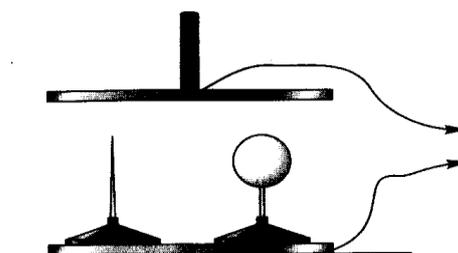

Рис. 2.123
- 2) на диске разместите металлический шар на проводящей подставке, как показано на рис. 2.123 (между шаром и диском должен быть электрический контакт);